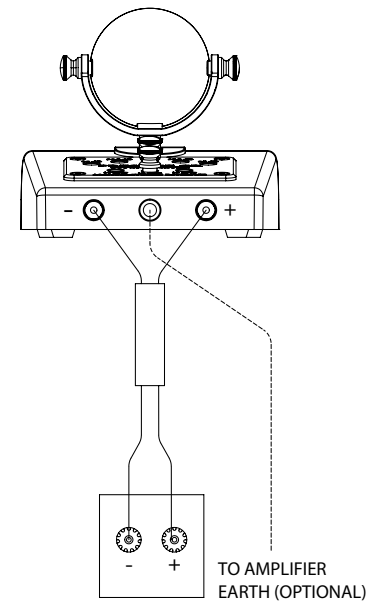

Fig. 1 Connecting in Single Wire Mode
**Instalação com um único fio:** O SuperTweeter é simplesmente conectado aos terminais de alto-falante. Um cabo de aterramento opcional pode ser levado de volta ao chassi do amplificador ou ao aterramento. (Ver Fig 1)